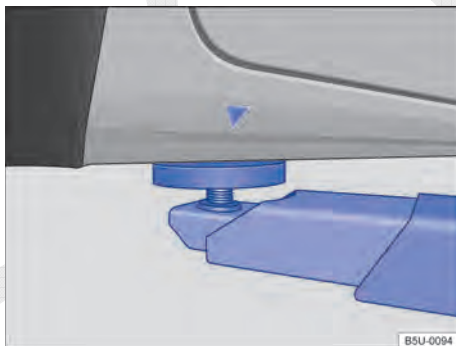
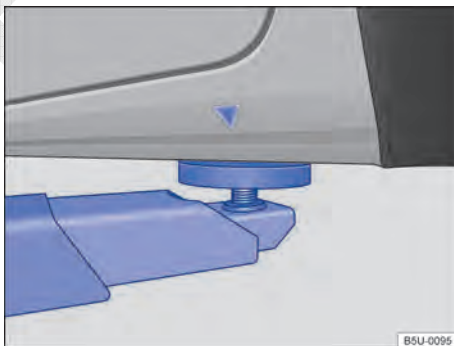

Fig. 145 Pontos de apoio dianteiros para a suspensão com plataforma elevatória ou com macaco.
Fig. 146 Pontos de apoio traseiros para a suspensão com plataforma elevatória ou com macaco.
O veículo deve ser suspenso somente pelos pontos indicados nas figuras ⇒ **Fig. 145** e ⇒ **Fig. 146**. Se o veículo não for suspenso pelos pontos indicados, podem ocorrer danos no veículo ⇒ ⚠ e ferimentos graves ⇒ ⚠.
- Suspender o veículo somente pelos pontos indicados nas figuras ⇒ Fig. 145 e ⇒ Fig. 146. Se o veículo não for suspenso pelos pontos indicados, o veículo poderá cair da plataforma elevatória quando, por exemplo, o motor ou a suspensão for desmontado.